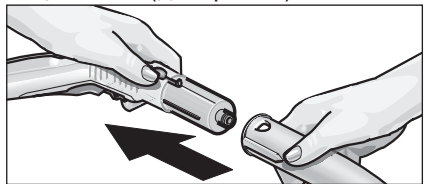

Рис. 2: приєднання насадок до парового пістолета
- З'єднайте необхідну насадку (D1, E1, F1) з паровим пістолетом (C1). Для цього необхідно надіти трубчастий кінець насадки на паровий пістолет (C1). Насадку необхідно надягати на паровий пістолет, доки кнопка розблокування (C3) парового пістолета не увійде у зацеплення (див. рис. 2).